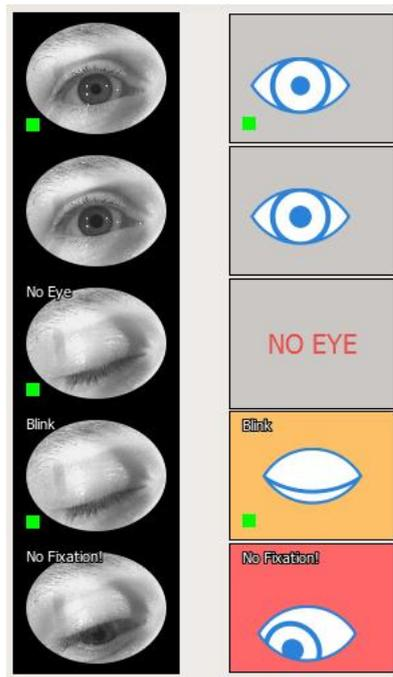

Figura 206. Conjunto de datos típico de EyeSee (izquierda) y EyeSee Lite (derecha)
- EyeSee Lite: el modo liviano de almacenar y presentar la información de fijación ocular de cada exposición de estímulo. En este método, los datos de fijación ocular se presentan en forma de símbolos oculares generados (Figura 206. Conjunto de datos típico de EyeSee (izquierda) y EyeSee Lite (derecha)). Las imágenes del ojo se generan a partir de los datos numéricos de seguimiento del ojo y la pupila (posición del ojo, dirección de la mirada, diámetro de la pupila). No hay grabación de imágenes oculares en la base de datos. Este modo permite mantener pequeños los datos del examen al tiempo que proporciona la información esencial sobre la fijación de los ojos durante toda la prueba.